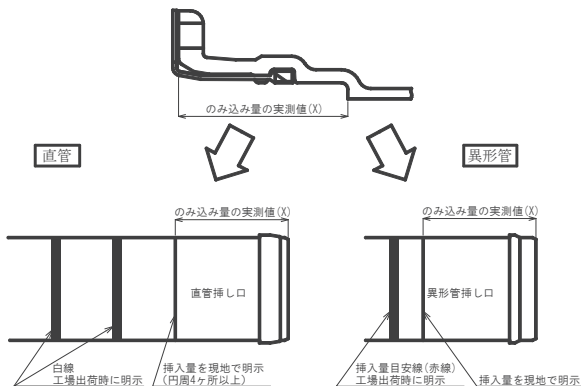

図28 挿し口の挿入量 (X)
押輪およびゴム輪を挿し口へセットする前に、異形管受口端面から受口奥部までののみ込み量の実測値 (X) を測定する。それを挿し口の挿入量 (X) として挿し口外面全周 (または円周4ヵ所) に白線で明示する (図28参照)。